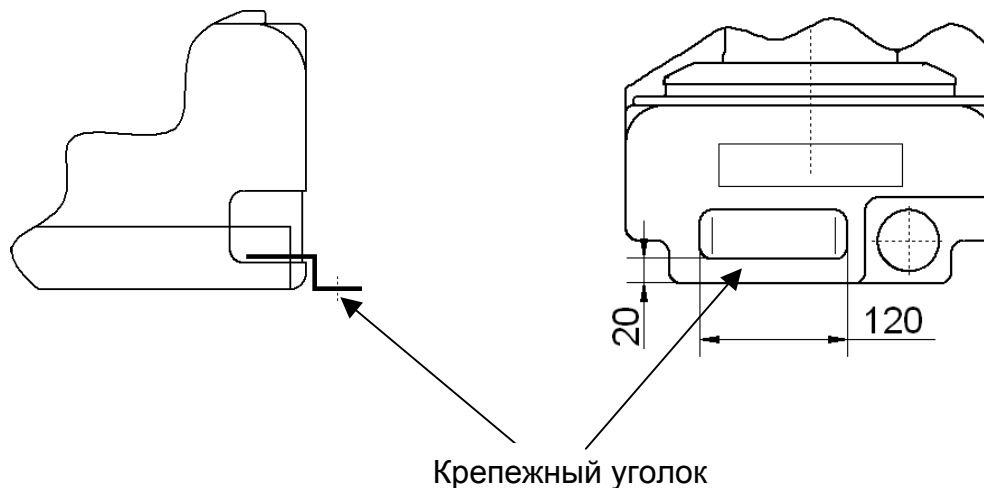

Рис. 4. Крепление установки DrainLift S
- Согласно EN 12056 устройства для отвода стоков должны быть надежно закреплены. Для этого на обоих торцах установки DrainLift S прикрепляются крепежные накладки (ручки), которые крепятся к полу с помощью прилагаемых дюбелей и болтов (Рис. 4).